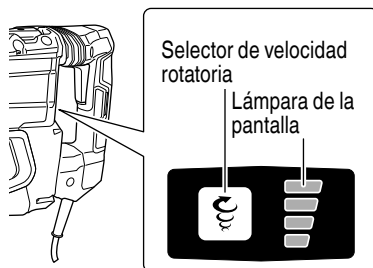

Fig. 9
8. Regulación de número de rotaciones e martilleo (Fig.9) Este martillo perforador está provisto de un circuito de control electrónico que puede ajustar y regular el número de rotaciones y veces de martilleo. Este martillo rotatorio se puede utilizar ajustando el selector de velocidad rotatoria, dependiendo del tipo de uso, como por ejemplo, taladrar agujeros en materiales frágiles, picar, centrar, etc.